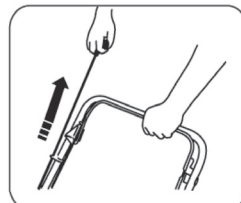

Рис. 15
4. Право́й рукой потяните за ручку стартера до ощутимого сопротивления, затем верните ее назад на вытянутую руку и резко дерните за ручку стартера (рис. 15). Двигатель запустится. Нож начнет вращаться одновременно с запуском двигателя. Если двигатель не запустился с первого раза, продолжайте процедуру запуска двигателя.